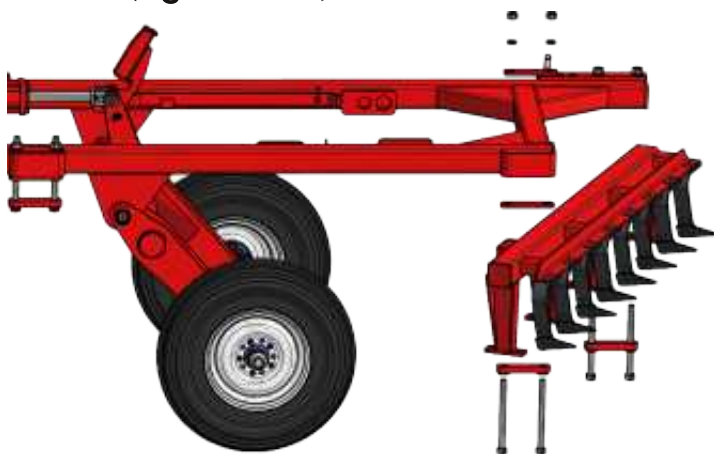

FIGURA No. 4
- Retire los tornillos que aseguran los bastidores, ubique el bastidor trasero bajo el marco con la oreja larga de guía hacia adelante a la izquierda y los desbarradores hacia atrás, coloque la calza entre el bastidor y el marco del lado izquierdo, coloque los tornillos asegurándose que el tornillo delantero izquierdo pase por la oreja guía y la guía del marco, coloque los tornillos del lado derecho, asegúrese que la platina superior que determina la traba se coloquen hacia la parte delantera de la rastra. **(Figura No. 4)**